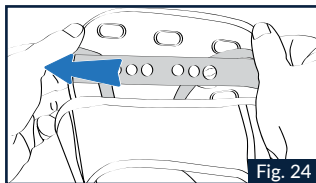

Fig. 24
1.2 Desplace el botón circular a lo largo del soporte plástico longitudinal y vuelva a abrocharlo en uno de los orificios siguientes (Fig. 24).